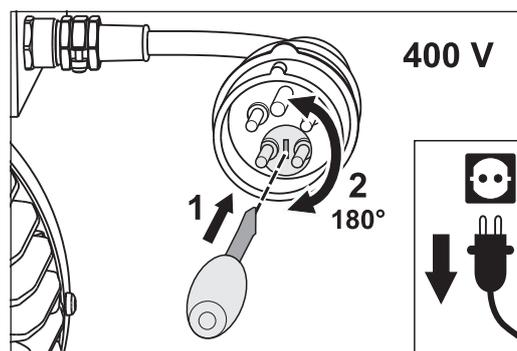

Abb. 29 Zur Änderung der Drehrichtung des Motors den Phasenwender im Stecker des Motorkabels um 180° verdrehen.
- Stecken Sie einen Schraubendreher in den Schlitz des Phasenwenders im Stecker des Motorkabels (Abb. 29, 1).
- Durch Druck mit dem Schraubendreher wird der Phasenwender entriegelt und muss dann gleichzeitig um 180° gedreht werden (Abb. 29, 2).
- Der Phasenwender muss durch Überwindung eines geringen Widerstandes um 180° gedreht werden (Abb. 29, 2).